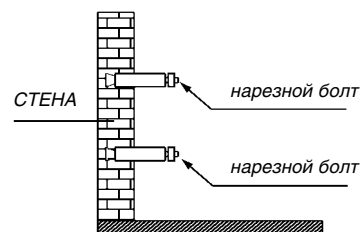

Рис. 5
2. Установите блок перпендикулярно полу. Закрепите его нарезными болтами (рис. 5).